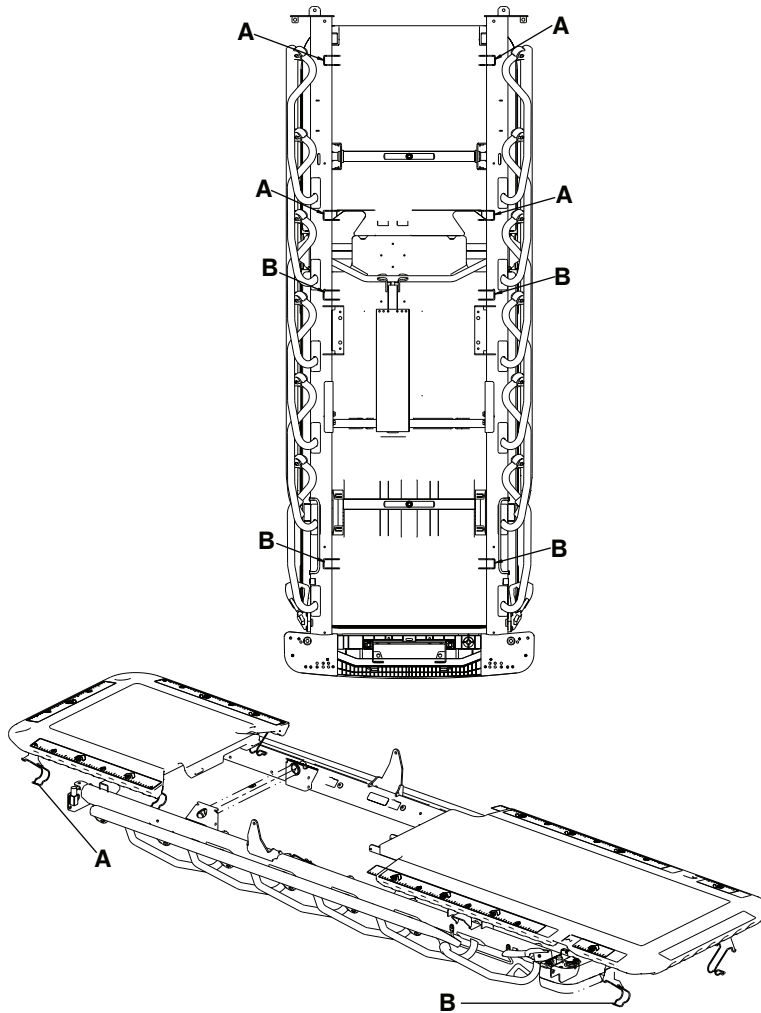

Figure 60 – Retirer les panneaux de la cassette radio du côté tête et du côté pieds
7. Détachez les quatre clips à ressort (A) (sous le châssis du plan de couchage) qui fixent le panneau de la cassette radio de la tête au châssis du plan de couchage (Figure 60).